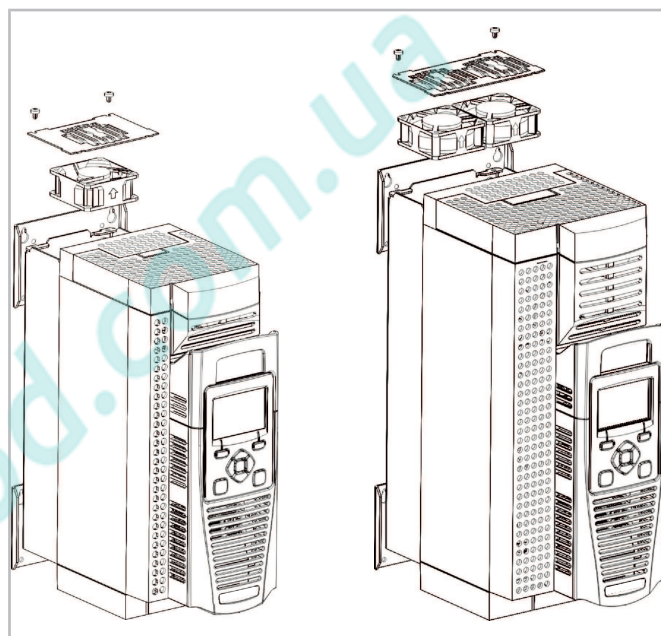

Abb. 23: Austausch der Ventilatoren im Kühlkörper
- Den Ventilator bzw. die Ventilatoren herausnehmen, die Stecker der Verdrahtung abziehen und den neuen Ventilator bzw. die neuen Ventilatoren einsetzen. Darauf achten, dass die richtige Ventilatorseite nach oben zeigt. (siehe Abbildung 23, Seite 35).